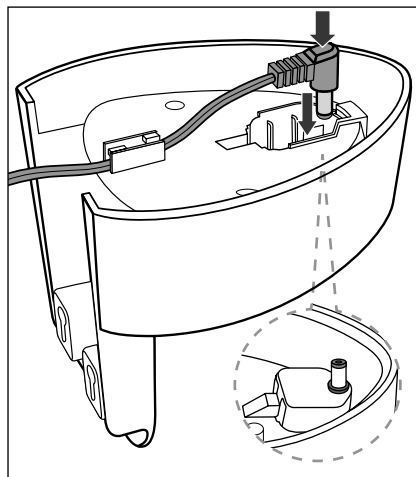

Abb. 2
- Legen Sie das Kabel zuerst durch die Kabelführung. Schieben Sie dann den Hohlstecker **5** in die Öffnung im Wandhalter **3**, so dass dieser fest sitzt (Abb. 2).